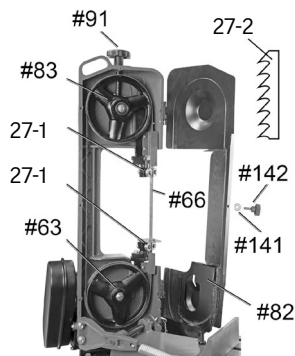

Fig. 27
3. Enlevez la vis (n° 142) et la rondelle plate (n° 141) pour ouvrir le couvercle de lame arrière (n° 82) et accéder à la lame de scie (fig. 27).